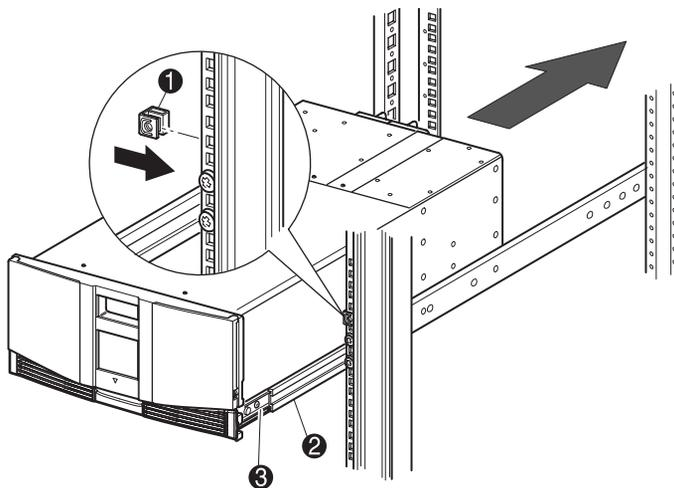

Figura 2-5: Instalación de la biblioteca (se muestra el modelo MSL5026)
3. Instale las dos tuercas de pinza deslizantes ❶, (dos orificios encima de los tornillos del soporte superior, marcados anteriormente mediante la plantilla) en cada uno de los raíles verticales de la parte frontal del receptáculo del bastidor (Figura 2-5).
5. Inserte con cuidado los rieles deslizantes interiores ❸ de la biblioteca en los rieles deslizantes intermedios ❷ extendidos (consulte la Figura 2-5).